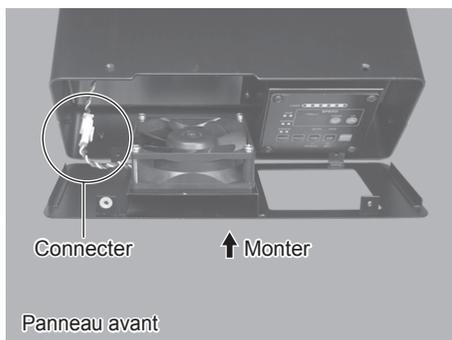

Fig. 45
- (11) Connectez le connecteur du cordon du VENTILATEUR (Fig. 45).
(12) Rattachez le panneau avant au corps principal du BOÎTIER DE CONTRÔLE (Fig. 45).